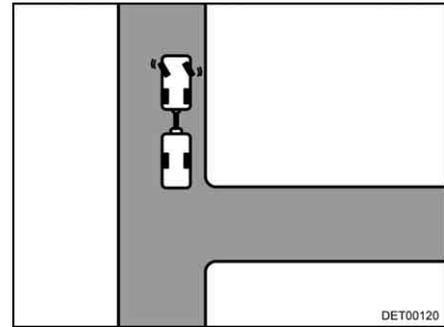

Fig. 17 Sterzare verso sinistra
- A rimorchio fermo sterzare verso sinistra (Fig. 17).